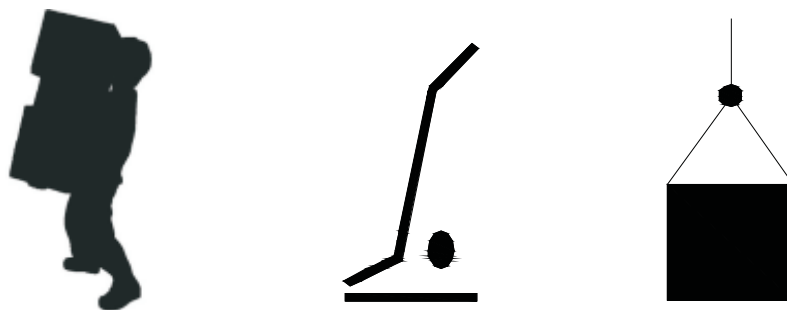

图9-2
- 3、产品搬运一般采用手提式或小车搬运移动、吊装移动，如图9-2所示。